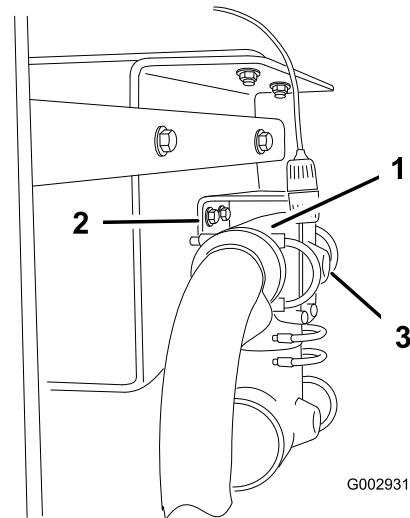

Bild 12
7. Bohren Sie vorne am Anschluss hinten am T-Anschluss vorsichtig ein Loch (1/4 Zoll Durchmesser) (Bild 12).
6. Nehmen Sie die Befestigungen ab, mit denen der T-Anschluss hinter dem Zufuhrventil des Spritzgestänges befestigt ist, damit der T-Anschluss nach unten fällt und an den Schläuchen hängt (Bild 12).